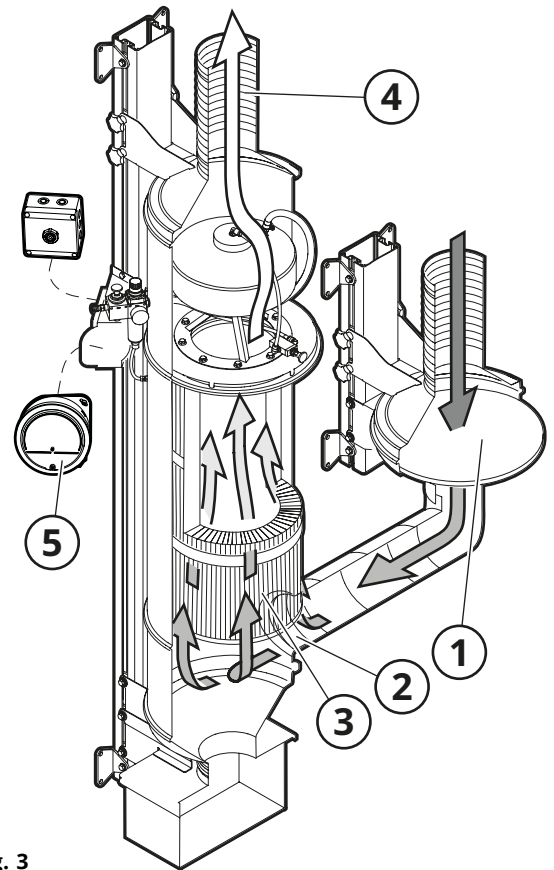

Fig. 3
El aire sucio se introduce a través del prefiltro CVM (1, **Fig. 3**) que reduce cualquier posible chispa. A continuación, el aire pasa a través de la entrada (2) y se limpia a través del filtro montado verticalmente (3). Después, el aire limpio se aspira a través de la salida (4) al ventilador de aire de escape.